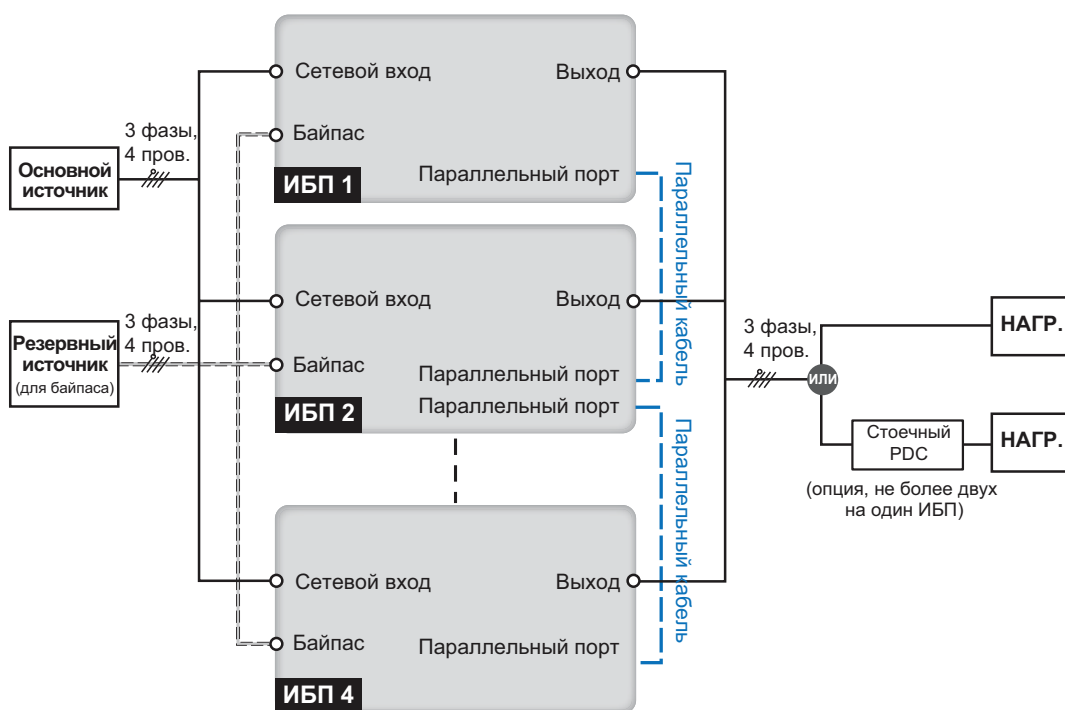

Рис. 5-11. Схема подключения в конфигурации с двумя входами (параллельные ИБП)
3. Подключите к блоку зажимов ИБП источник переменного тока, нагрузки или стоечный PDC (опция, не более двух), внешний батарейный кабинет и заземление. См. **Рис. 5-9** и **Рис. 5-11**. Следуйте указаниям Руководства по эксплуатации PDC относительно монтажа, подключения, вентиляции и работы с этим устройством.
4. Нейтральный проводник источника переменного тока, подключенного к входу байпаса, подключите к зажиму нуля (N) сетевого входа.